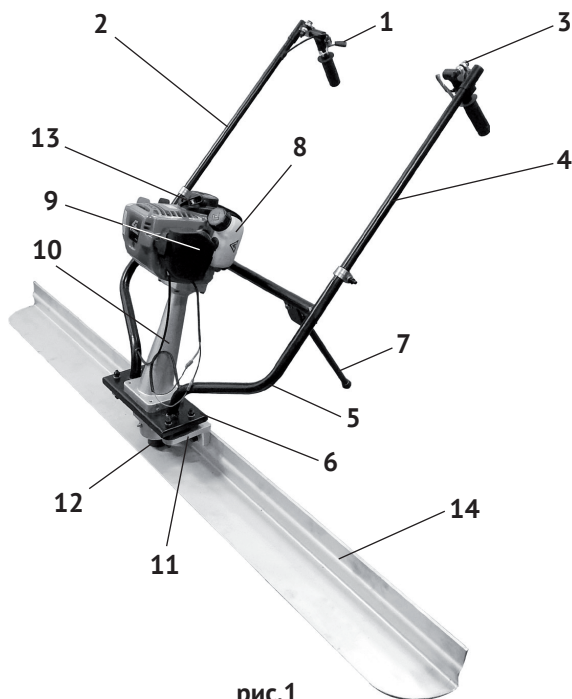

рис.1
## 2.5 Общий вид виброрейки представлен на рис.1
Основным несущим узлом виброрейки является металлическая трубчатая рама (рис.1 поз.5), выполненная заодно с основанием (рис.1 поз.6). Сверху к основанию крепится стойка двигателя (рис.1 поз.10) внутри которой расположен приводной вал. Снизу к основанию крепится корпус вибратора (рис.1 поз.11), внутри которого расположен эксцентриковый механизм. Корпус вибратора крепится к вертикальной части выравнивающей рейки (рис.1 поз.14) и опирается амортизатором (рис.1 поз.12) на её горизонтальную часть.
В корпусе вибратора (рис.1 поз.11), на подшипниках, смонтированы вал и эксцентриковый груз, вращение которых передаёт вибрацию на выравнивающую рейку.
Открутите крышку топливного бака (рис.1 поз.8). Заливайте бензин в топливный бак не более чем на 1 см ниже уровня основания заливной горловины. Перед запуском двигателя тщательно протрите крышку бензобака, удалив возможные при заправке брызги топлива.
- перевести рычаг газа (рис.1 поз.1) в положение холостого хода;